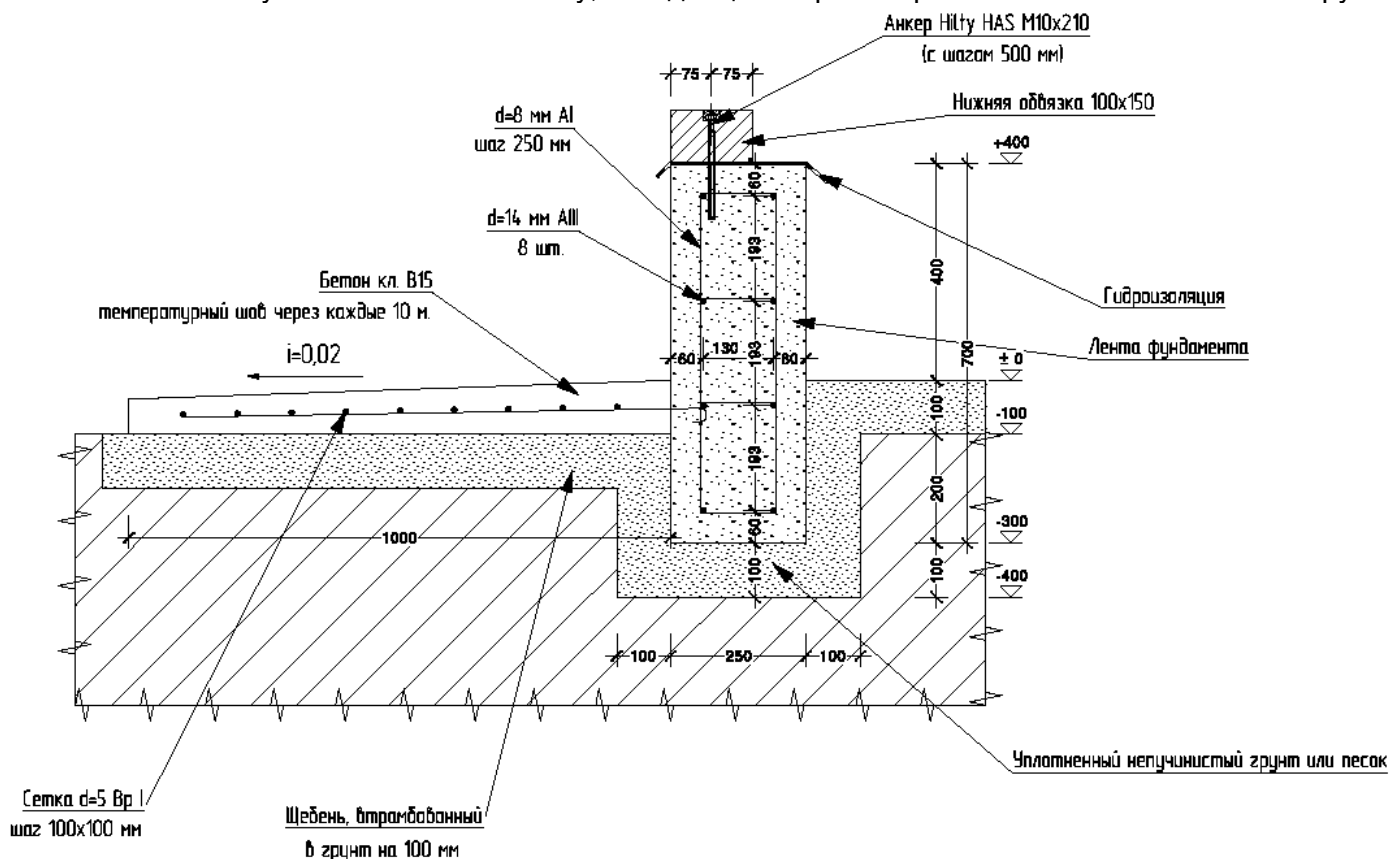

Рис. 1: Монолитный малозаглубленный фундамент.
1. Первым этапом по строительству дома проводятся земляные работы, и устройство фундамента. Рекомендуемыми типами фундамента под дома, построенные по данной технологии, являются монолитный малозаглубленный фундамент – монолитная бетонная армированная лента на песчаной подушке (рис. 1), свайный буронабивной с железобетонным ростверком (рис. 2), или винтовые сваи с силовой деревянной обвязкой - рандбалкой, выполняющей функцию ростверка (рис. 3). Окончательный выбор фундамента, конечно, определяется видом почв на участке строительства, уровнем грунтовых вод, и пожеланиями заказчика к устройству подвала